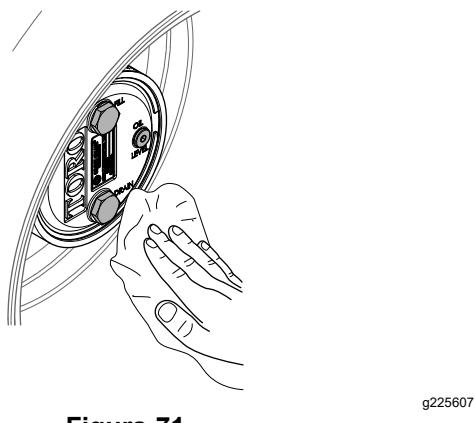

Figura 71
3. Limpie con un trapo los alojamientos del planetario y del freno (Figura 71).